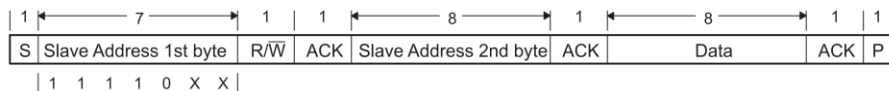

图 9.20 10 位地址模式
- 2) 10 位地址模式：如图 9.20 所示，起始位后的首帧中前 5 位固定为 11110（非表示地址），后面仅跟 2 位地址，然后是读写标识和应答。第二帧的 8 位数据作为地址的后 8 位。